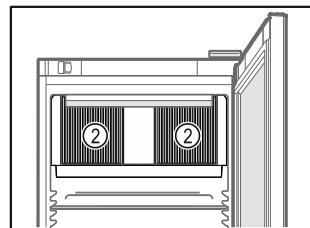

Fig. 40
- ❑ Větrací otvory Fig. 40 (2) oběhového vzduchového čerpadla ve vnitřním prostoru udržujte volné.